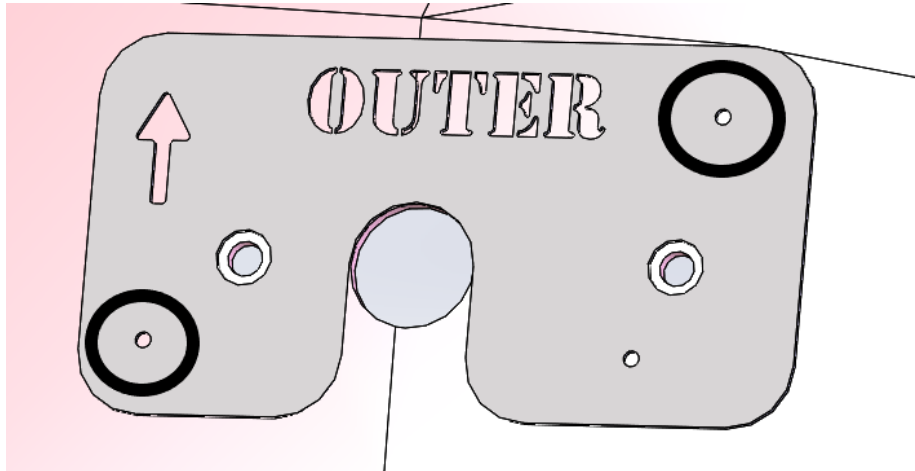

Figura 3: Agujeros a perforar a 17/32" (Circulados)
5. Quite las plantillas y perforo los agujeros guías al tamaño adecuado. Los dos agujeros circudados abajo en la Figura 3 se perforarán a un tamaño final de 17/32" (0.531") y el agujero restante se perforará a un tamaño final de 25/64" (0.391").